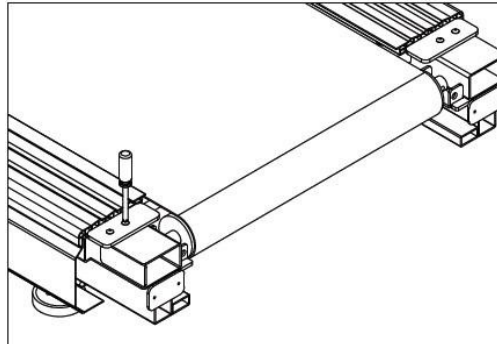

Abb. 4.6.1
- 2) Wie in Abb. 4.6.1 dargestellt, entfernen Sie nun die Schrauben der hinteren Abdeckungen.